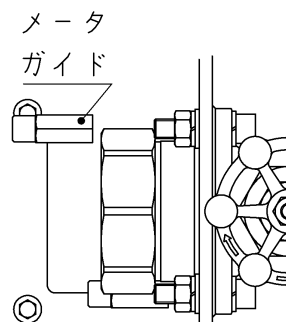

図9
- ① 上部のメータガイドを工具等で取り外してください。(図9)